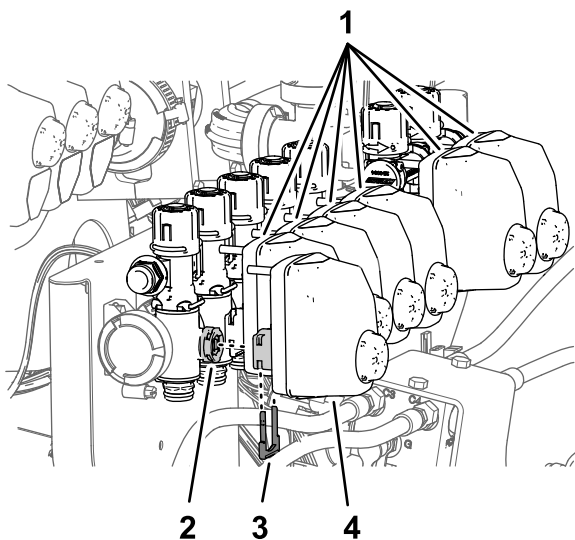

Figure 99
1. Retirez les étriers qui fixent les actionneurs aux vannes de buses 1 à 7 (Figure 99).
2. Déposez les actionneurs des vannes de buses 1 à 7 (Figure 99).
10. Fixez les actionneurs aux vannes de buses 1 à 7 (Figure 99) avec les étriers que vous avez retirés à l'opération 1.